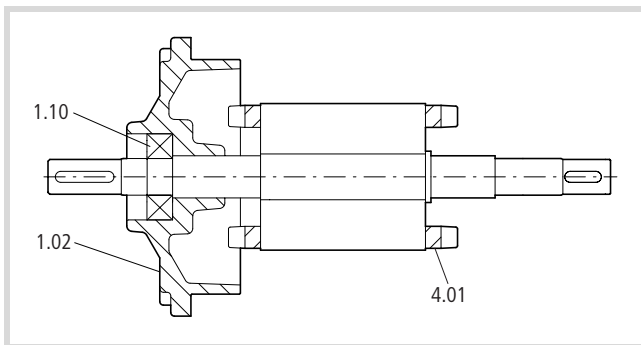

Abbildung 27: Läufer (4.01) mit Wälzlager AS (1.10) und Lagerschild AS (1.02)
- ① Montagegehäuse
- ② Gegenlager
**Alle anderen Ausführungen (→ Abb. 27)**